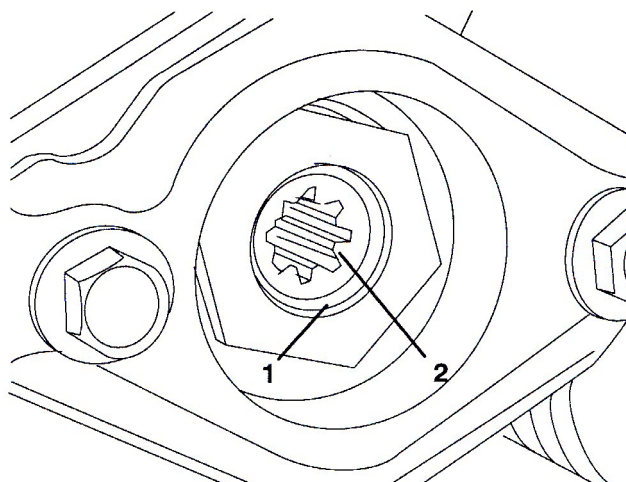

図16
- E. 駆動カップラをリール・チューブに固定しているスナップ・リングを取る（図16）。駆動カップラを取り外す。